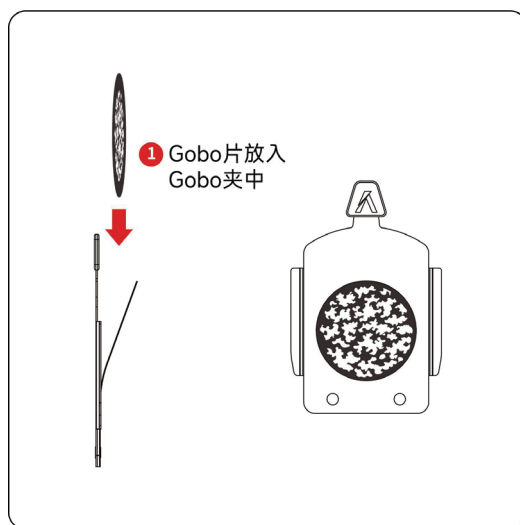

图 6
- 1) 将 B Size Gobo 图案片（支持金属 Gobo 和玻璃 Gobo）按照（图 6）放入 Gobo 夹务。